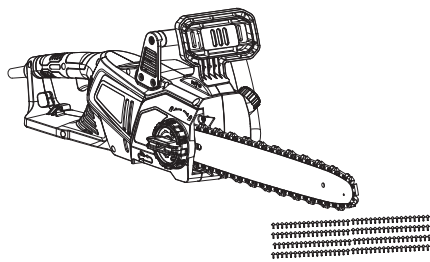

Fig. 11
1. Certifique-se de que a guia (9) e a corrente (8) estão colocadas quando verificar a distribuição de óleo.
2. Ligue o produto, mantenha-o a funcionar sem carga e verifique se o óleo para correntes é distribuído conforme demonstrado na figura (Fig. 11, 12).